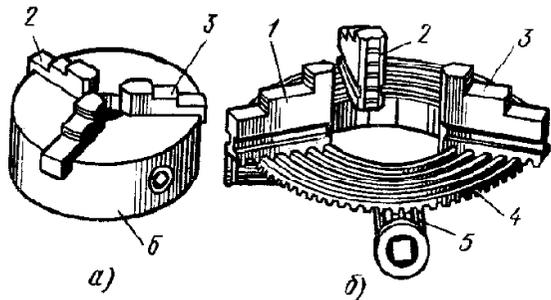

Рис.3 Конструкция спирально-реечного токарного патрона.
3.1. Конструкция спирально-реечного токарного патрона представлена на рис.3.